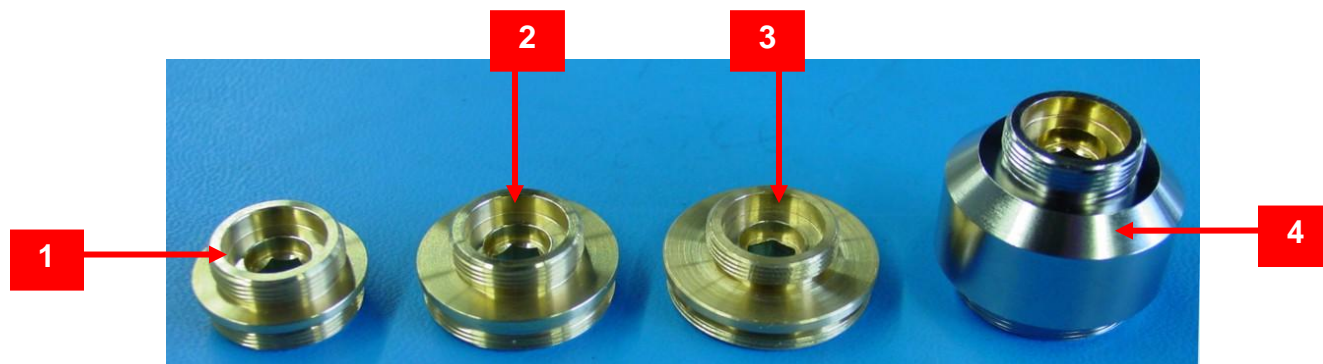

図 3-6. レボルバ・アダプター
3. 付属品として4つの顕微鏡レボルバ用のアダプターが入っていますので、その中から適切なアダプターを選びます (図 3-6 と次ページのチャートを参照してください)。